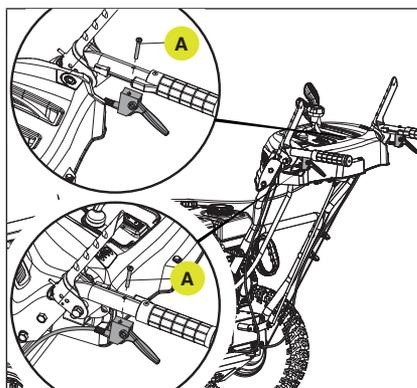

Figure 10
Fixez les déclencheurs gauche et droite à leurs poignées respectives comme indiqué. Connectez chaque déclencheur à une vis (A) (Fig. 10). Serrez bien les boulons. Ne serrez pas de manière excessive.